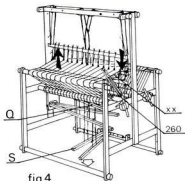
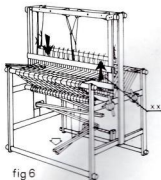

fig 4
fig 6
Quand on presse la première marche (S) comme le montre la flèche blanche à la figure 4, il se fait par les cordes deux mouvements opposés, par quoi la première lame se lève et la seconde se baisse, montré par des flèches noires. Par cela se fait un espace (XX) appelé la foule (ou l'encroix) entre les deux jeux de fils de chaîne, et le fil de trame est passé à travers cette foule. Le fil de trame est enroulé auparavant sur une navette plate N° 260 donnée avec le métier.
Ensuite la seconde marche est pressée ainsi les lames échangent leurs positions, c.à.d. la première lame se baisse et la seconde se lève. On cela appelle changer la foule (l'encroix), et à travers la seconde foule (XX) on passe la navette du côté opposé, crf. figure 6, après quoi le fil de trame est amené de nouveau par le battant. On continue à tisser ainsi en répétant l'ordre indiqué aux figures 4 - 5 et 6.